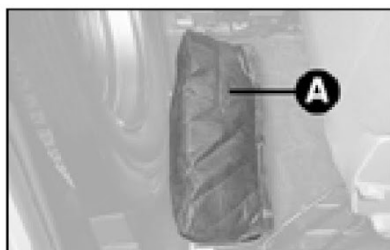

fig.4
- Levantar o banco do passageiro e soltar a bolsa de ferramentas, fixada ao assoalho por meio de velcro **A-fig. 4**, retirando o macaco e a bolsa de ferramentas.
13) colocar o macaco e as ferramentas utilizados no suporte das ferramentas no local apropriado, de modo a evitar vibrações, ou que se solte durante a marcha **fig. 4** (Strada Fire) ou **fig. 14** (Palio Fire Flex e Siena Fire Flex);